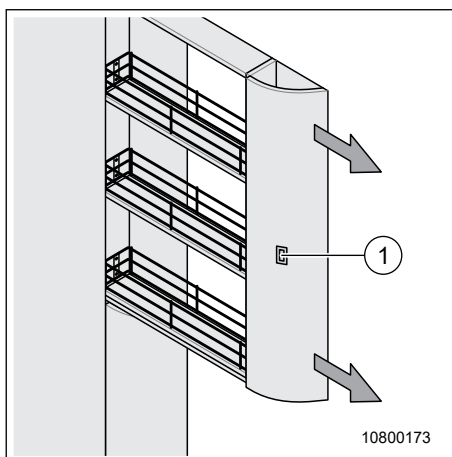

Fig. 83 Grand rangement coulissant
1. Ouvrir la fermeture push-lock (Fig. 83, pos. 1) (voir la section 6.13.1).
2. Fermer la fermeture push-lock (Fig. 83, pos. 1) (voir la section 6.13.1).